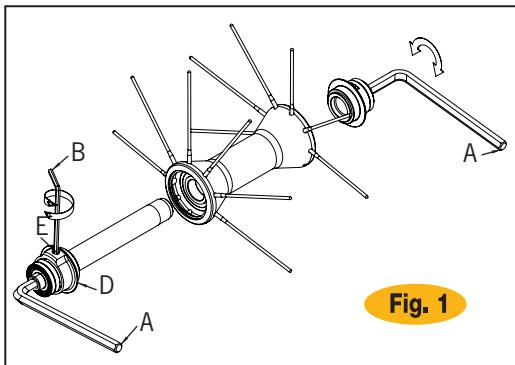

Fig. 1
• Introduzcan dos llaves Allen (A) en las tuercas de tope en los extremos de los bujes (Fig. 1). y gírelas en sentido **antihorario**.
- Aflojen el perno (E) con una llave Allen (B) (Fig. 1).
- Aprieten el perno (E).